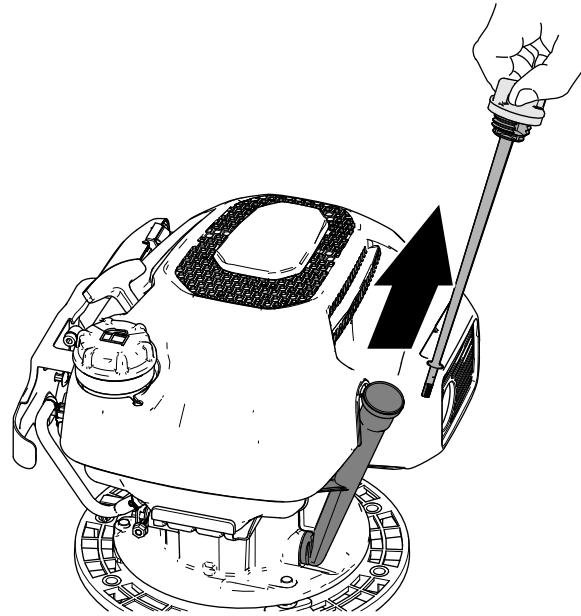

Figure 14
2. Retirez la jauge du goulot de remplissage et essuyez-la sur un chiffon propre (Figure 14).